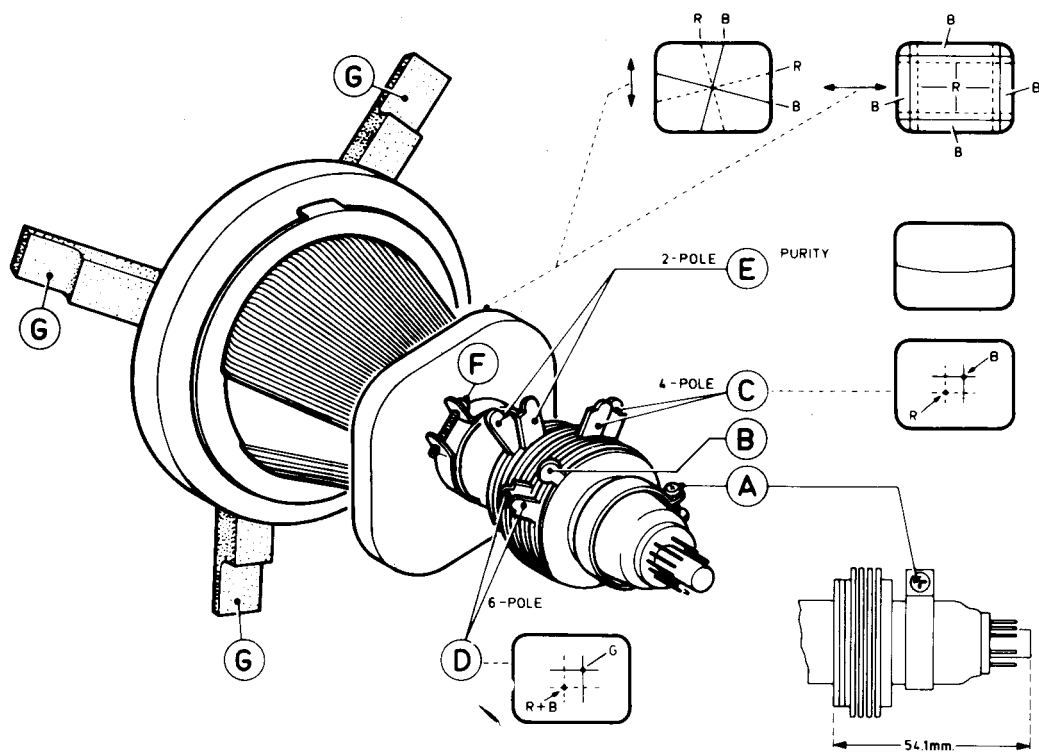

Fig. 4
I. Farbreinheit, siehe Abb.4
II. Statische Konvergenz (siehe Abb.4)